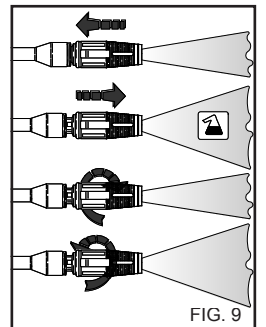

FIG. 9
**USO DELL'UGELLO REGOLABILE MULTIREG (Fig. 9).**